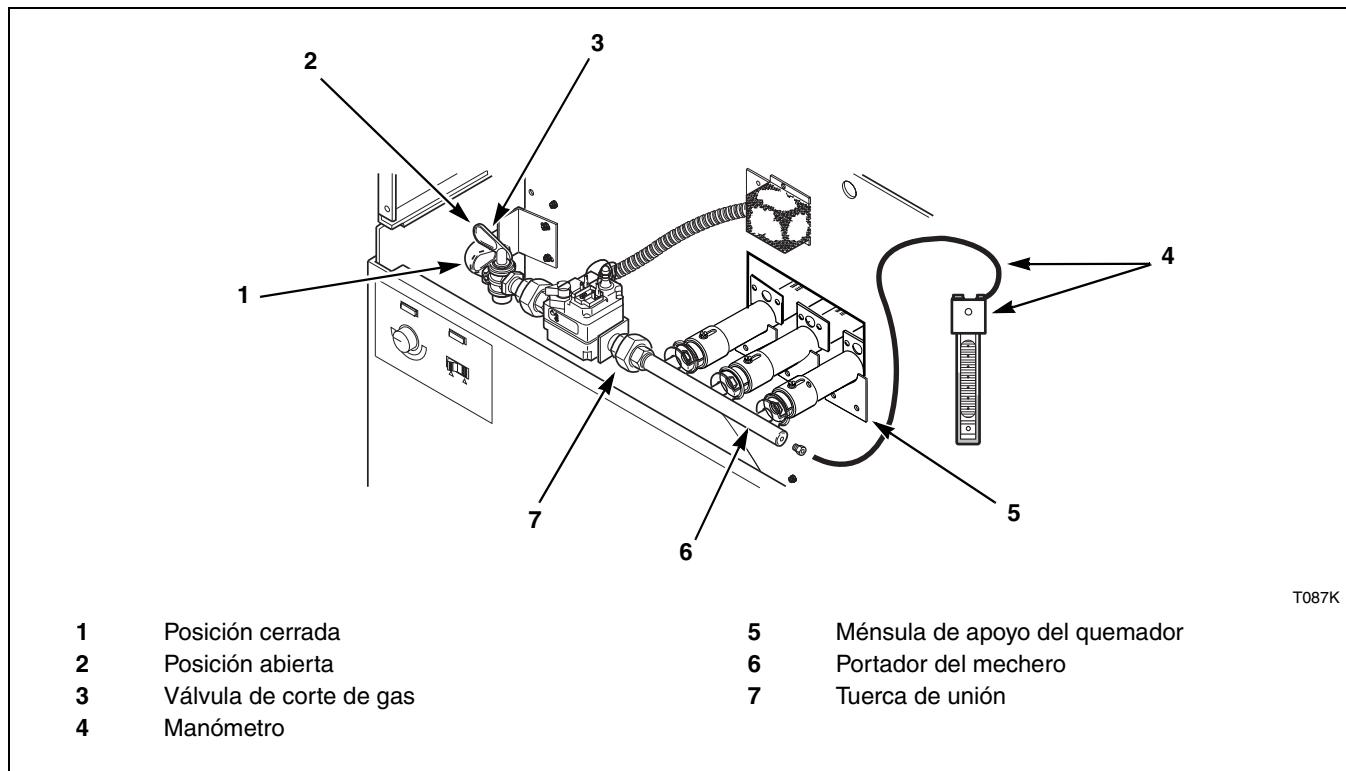

Figura 15
2. Abra la válvula de corte de la secadora. (la palanca debe ser paralela a la línea de gas). Consulte la *Figura 15*.